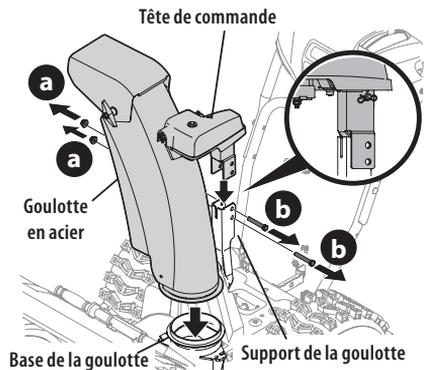

Figure 27
1. Retirez les écrous autobloquants (a) et les boulons (b) du support de la goulotte (utilisez deux clés). Voir Figure 27.
2. Placez la goulotte sur sa base et placez la tête de commande sur le support de la goulotte. Voir Figure 27.